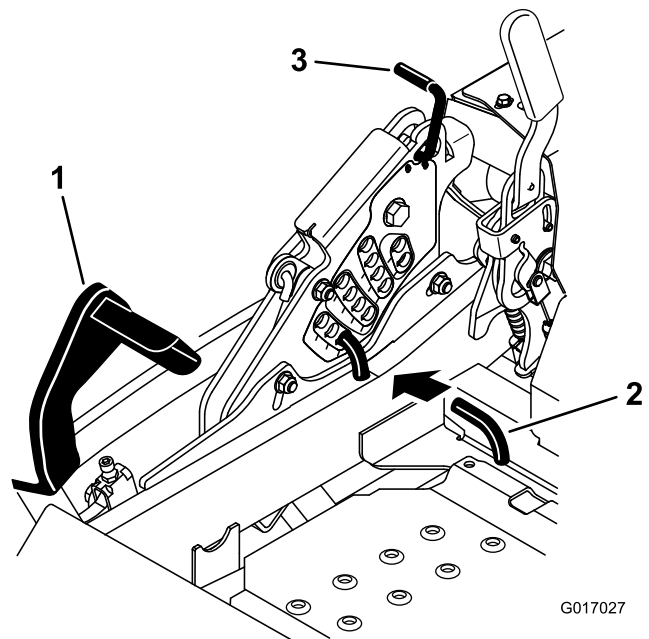

Figura 87
5. Empuje el pedal de elevación de la carcasa hacia delante del todo; la carcasa se enganchará en la posición de transporte de 14 cm (5-1/2 pulg.) (Figura 87).